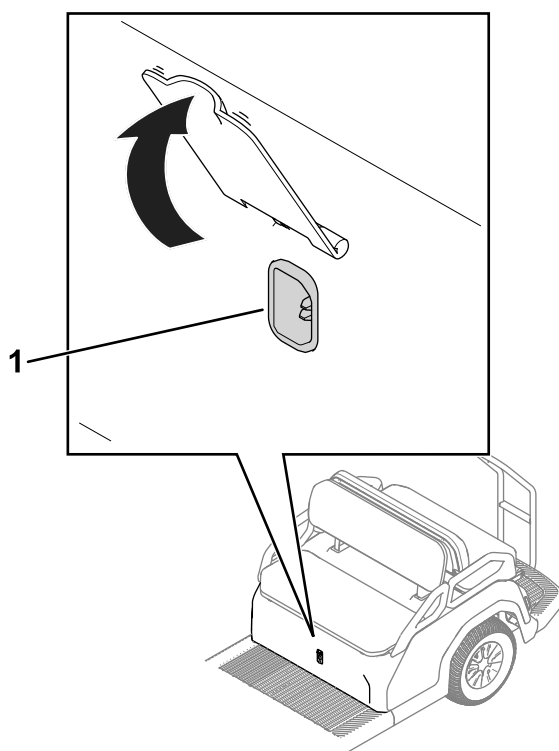

Figura 21
1. Enchufe el cable de alimentación en la toma de corriente del cargador de la máquina (Figura 21).